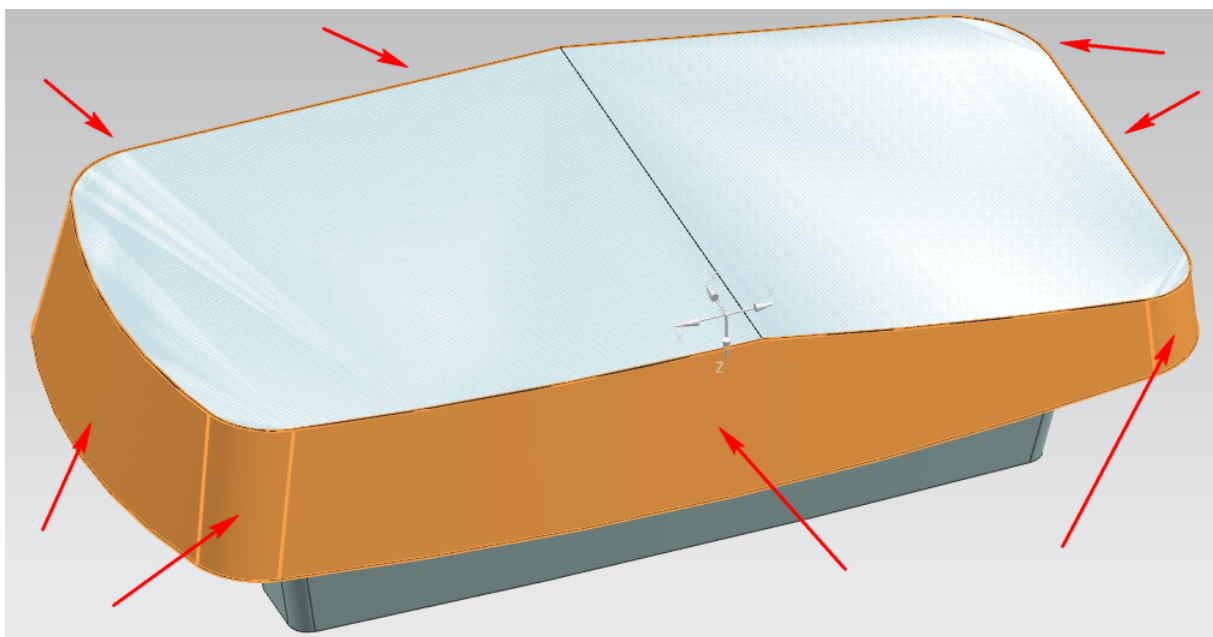

Рис. 2.27. Выбор наклонных стенок в качестве области резания
- задайте наклонные стенки как *Стенки кармана*  (при этом флажок *Стенки автоматически* должен быть неактивен, см. рис. 2.27);